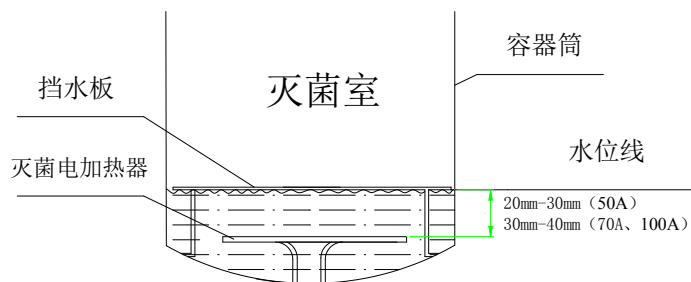

图 7 手动加水水位示意图
- 手动加水时，容器筒内水位应加至超过灭菌电加热器上表面 20mm~30mm (50A)；30mm~40mm (70A、100A) 即可（挡水板下）。如下图 7 所示：